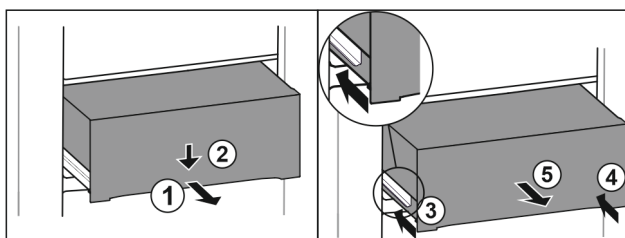

Fig. 64
- Trekk skuffen ut halvveis. Fig. 64 (1)
- Skyv skuffen foran nedover. Fig. 64 (2)
- Sett inn den venstre skinnen ca. 2 cm. Fig. 64 (3)
- Sett inn den høyre skinnen ca. 2 cm. Fig. 64 (4)
- Ta ut skuffen framover. Fig. 64 (5)